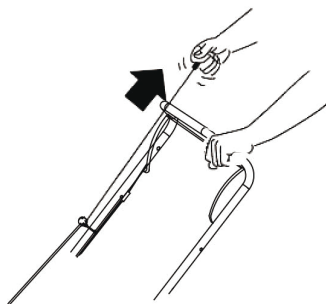

рис. 9
3. Удерживая скобу, потяните ручку стартера, чтобы запустить косилку (рис. 9).